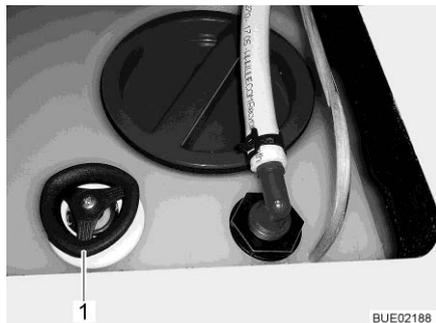

Fig. 170 Depósito de agua con tirador giratorio
- Girar el tirador giratorio (Fig. 170,1) del depósito de agua en sentido contrario a las agujas del reloj sobrepasando la resistencia, para abrir el orificio de salida completamente.